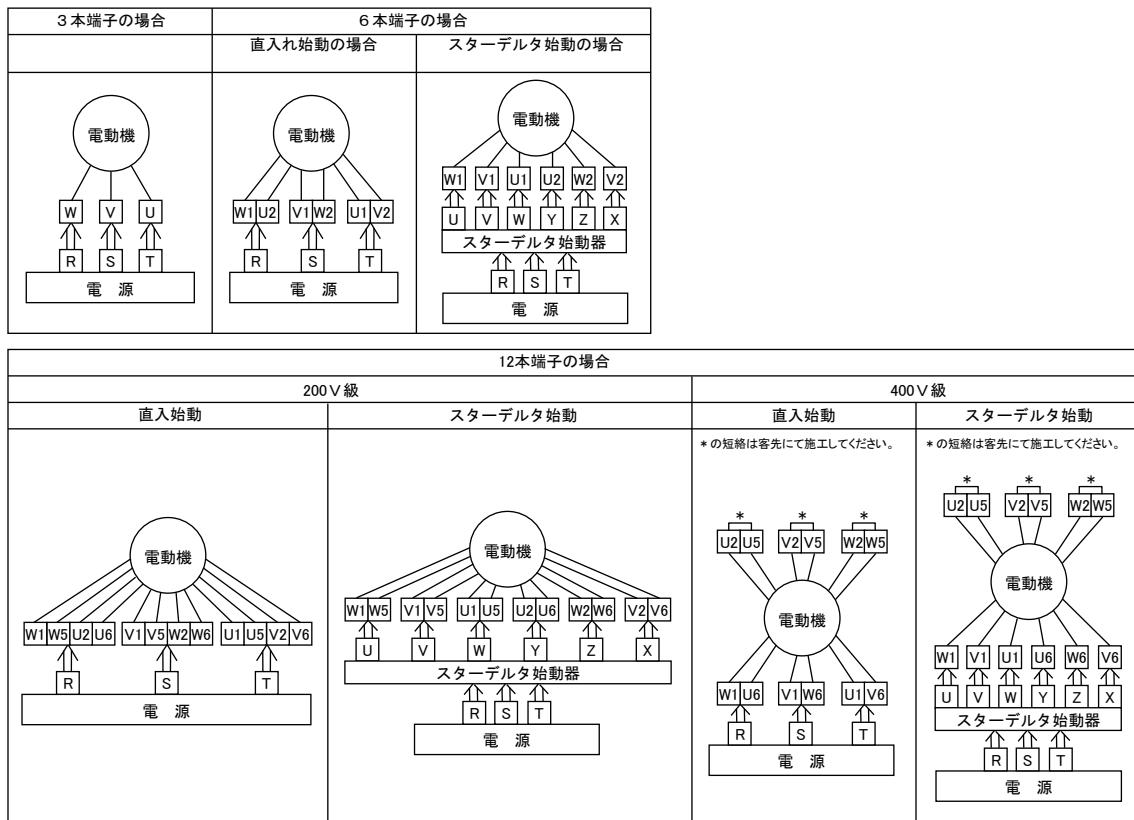

図 14 結線図（負荷側（Vブーリ側）から見て右回転の場合）
(1) 配線は図14を見て行ってください。図14の電動機の回転方向は、負荷側（Vブーリ側）から見て、右回転です。（または、吸込側から見て羽根車が左回転です。）左回転の場合は図14の電源RとTを入れ替えてください。